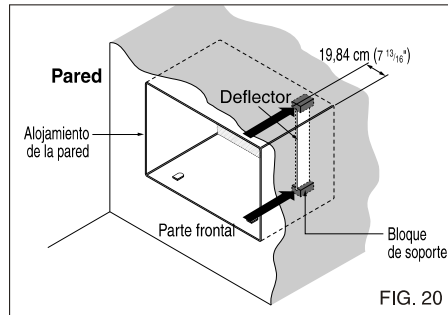

FIG. 20
- 6** Extraiga la parte posterior de los bloques de soporte y fíjelos al interior del alojamiento de la pared según se muestra en la FIG 20. Deslice el deflector en las ranuras de los bloques de soporte.